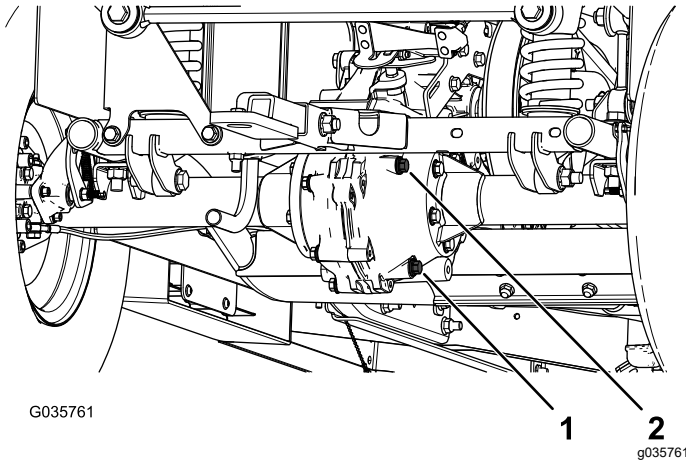

Figura 59
4. Togliete il tappo di riempimento sul transaxle (Figura 59).
5. Se il livello del fluido è basso, togliete il tappo di riempimento e aggiungete il fluido specificato finché non fuoriesce (Figura 59).
1. Allineate una bacinella di spurgo sotto il tappo di spurgo (Figura 59).
2. Togliete il tappo di riempimento e la guarnizione (Figura 59).
3. Togliete il tappo di spurgo e la guarnizione per lasciare defluire completamente il fluido (Figura 59).